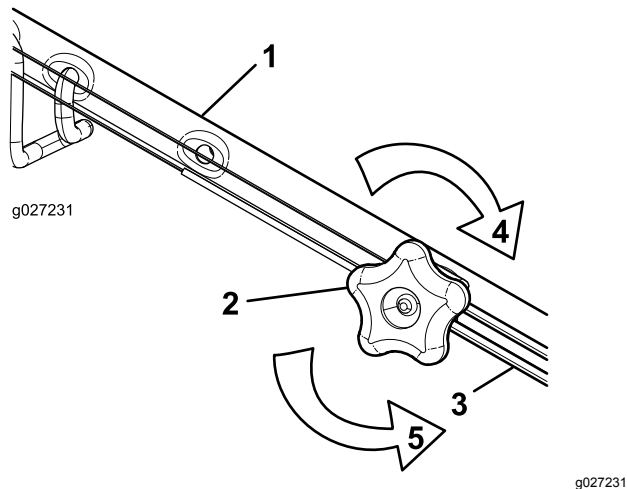

Figure 28
1. Tournez le bouton de réglage dans le sens antihoraire pour desserrer le réglage (Figure 28).
2. Ajustez la tension du câble (Figure 28) en le tirant en arrière ou en le poussant en avant puis en le maintenant à cette position.